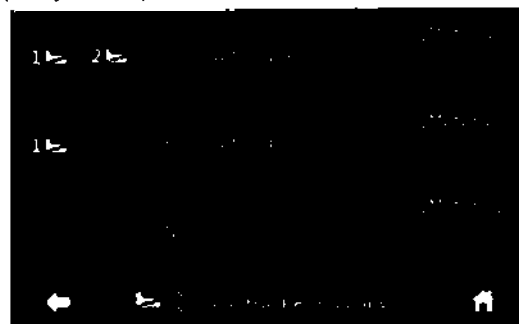

Рисунок 16 – Экран управления доступом
2. Для каждого подключенного двигателя установите необходимое управление доступом (Рисунок 16).